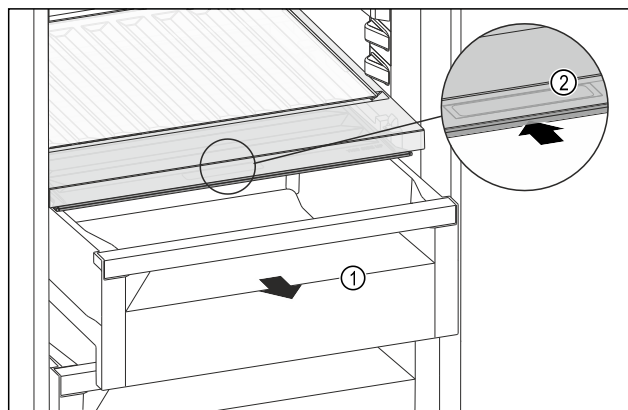

Fig. 184
- ▶ Zásuvku Fig. 184 (1) vytáhněte.
- ▶ Uchopte prohlubeň pro rukojeť Fig. 184 (2) na víku zásuvky a současně zasuňte víko zásuvky směrem dozadu.